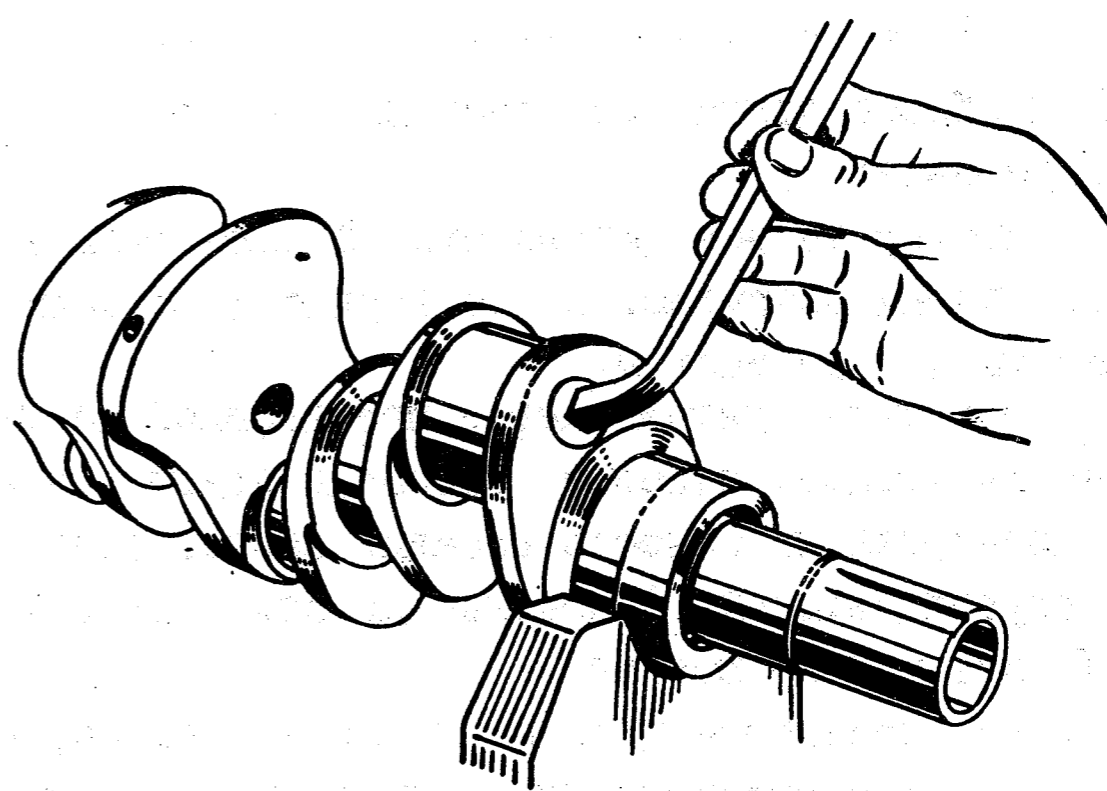

Рис. 52. Вывертывание пробок грязеуловителей шатунных шеек коленчатого вала
- произвести подборку коленчатого вала, для этого вывернуть все пробки грязеуловителей шатунных шеек (рис. 52) и удалить из них отложения. Про-